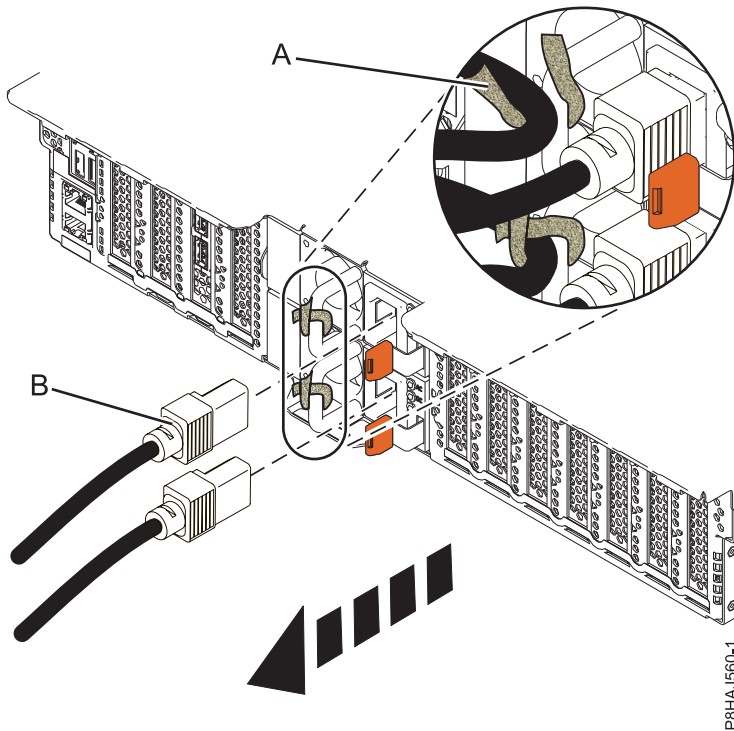
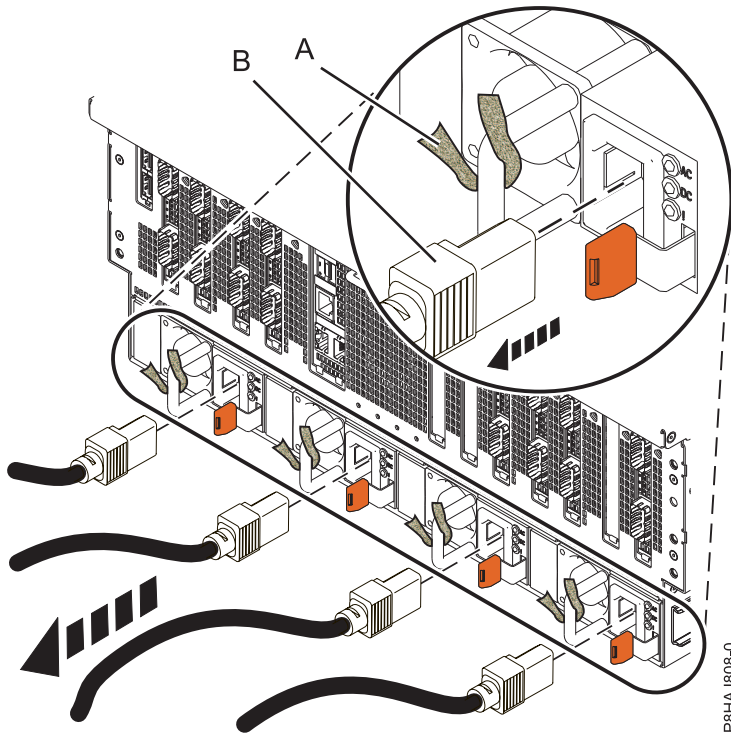

Figure 21. Retrait des cordons d'alimentation d'un système 5148-21L, 5148-22L, 8247-21L, 8247-22L, 8284-21A ou 8284-22A
Figure 22. Retrait des cordons d'alimentation d'un système 8408-44E ou 8408-E8E
3. Débranchez les cordons d'alimentation **(B)** de l'unité centrale. Voir les figures figure 20, à la page 39, figure 21, à la page 39 ou figure 22, à la page 40 selon le type de votre système.